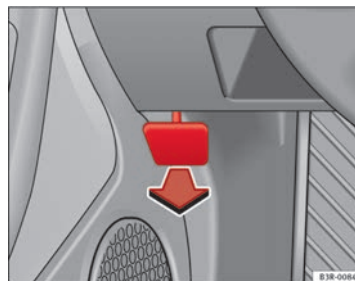

Abb. 175 Ausschnitt aus dem Fußraum auf der Fahrerseite: Entriegelungshebel für die Motorraumklappe
- Den Hebel unterhalb der Instrumententafel ⇒ Abb. 175 in Pfeilrichtung ziehen.